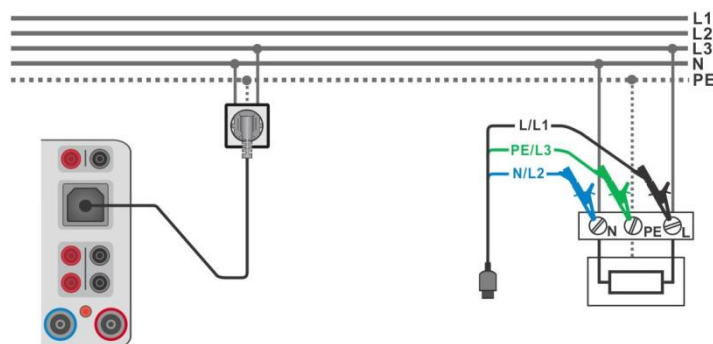

Abbildung 6.65: Anschluss des Commander-Prüfsteckers und des 3-Leiter Prüfadapters
- › Verbinden Sie das 3-drahtige Prüfkabel oder das Steckerprüfkabel mit dem zu prüfenden Objekt, siehe **Abbildung 6.65**.